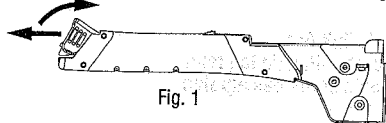

Fig. 1
1. Tenez l'agrafeuse à frapper à l'envers comme montré dans la fig. 1 et tournez le loquet pour débloquer la glissière. Sortez la glissière.